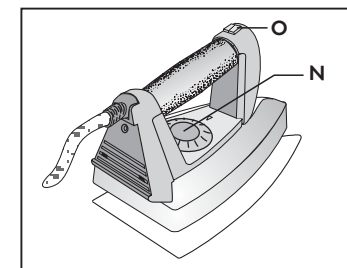

Fig. 23
- Régler le volant du fer à repasser (N) en correspondance du tissu (Fig. 23).
- Appuyer sur le bouton de commande de la vapeur (O) placé sur la poignée du fer à repasser (14) pour brancher ou débrancher la fonction de distribution de la vapeur (Fig. 23).